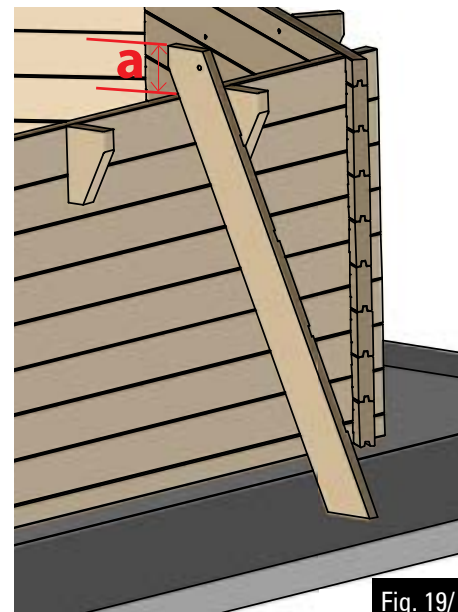

Fig. 19/ Abb. 19 / Afb. 19
- Cut the supports of the ladder checking the dimensions as shown in figure 19 at the bottom part of the stepladder support and saw off the part you do not need.
- Recoupez les limons de l'échelle en reportant la dimension a (figure 19) au bas du limon de l'échelle et sciez la partie a extraire.
- Beschneiden Sie die Treppenwangen unter Beachtung der Maße (Abb. 19) im unteren Teil de Treppenwange und sägen Sie den Teil, den Sie entfernen möchten, ab.
- Zaag de bomen van de trap op maat door te meten hoever hij uitsteekt (afbeelding 19) en teken een evenredig deel af op het onderste deel van de trapboom en zaag dat stuk eraf.